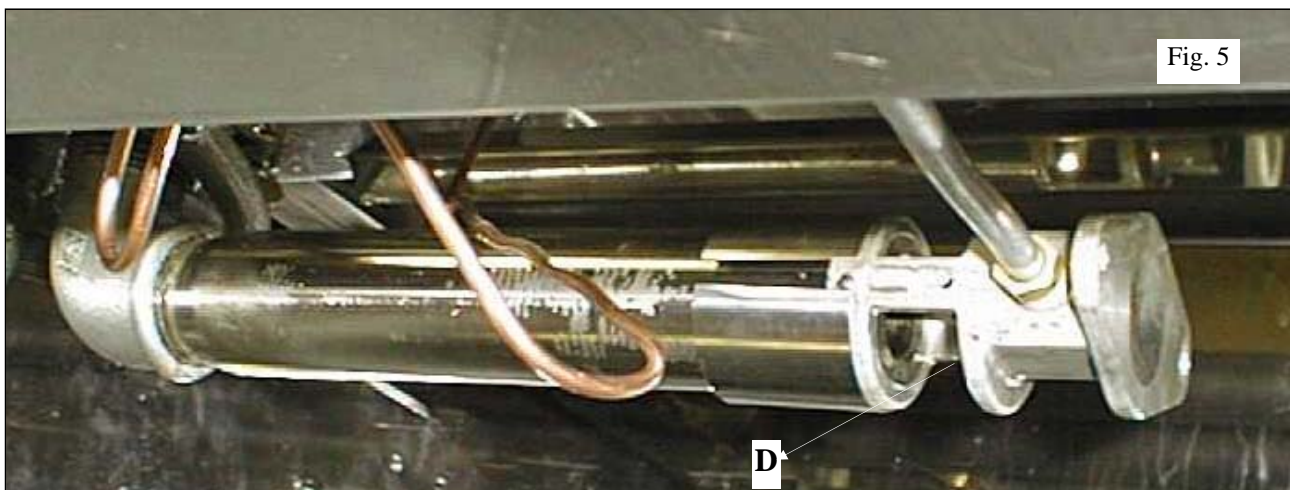

Fig. 5
- (FR) Echanger l'injecteur **D** (tableau n° 8 en annexe 2, fig. 5).
- (GB) Replace the injector **D** (Table 8 in appendix 2, fig. 5).
- (NL) Verwissel de injector **D** (tabel n° 8 bijlage 2, fig. 5).